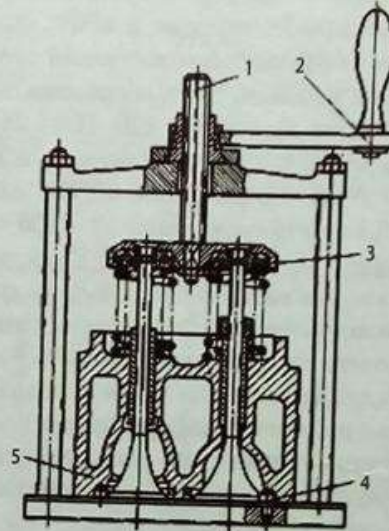

Рис. 2.6. Розбирання головки циліндра в пристосуванні І-801.06.000
- встановити головку в пристосуванні I-801.06.000 (рис. 2.6) так, щоб штифти 4 увійшли в отвори під болти кріплення головки;